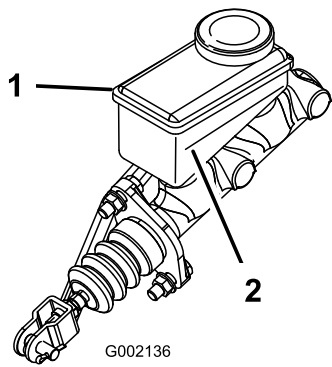

図 35
3. タンクを側面から見てオイルの量を確認する。最低ライン（図 35）まであればよい。不足であれば、キャップの周辺をきれいに拭き、キャップを取り、最低ラインを越えるまで補給する。入れすぎないこと。